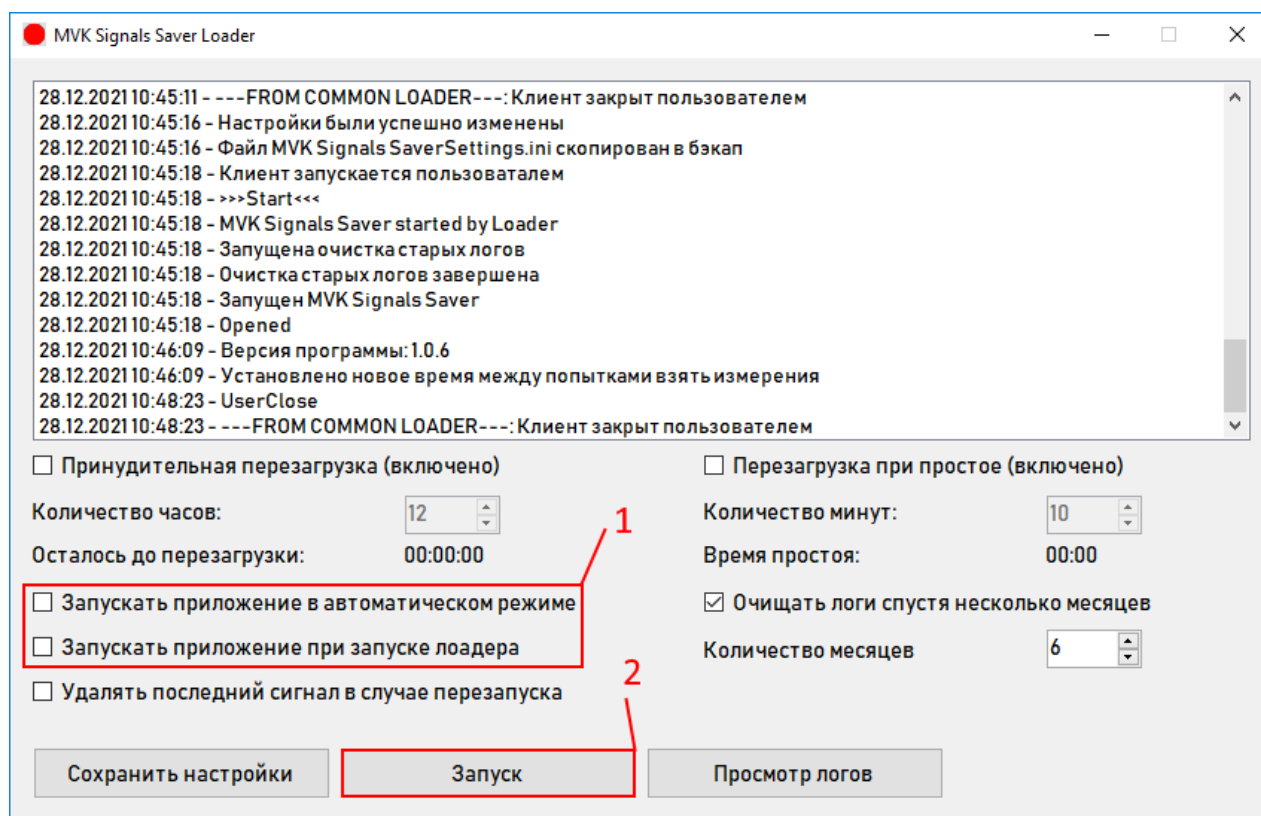

Рисунок 3.8.3
- в окне загрузчика *MVK Signal Saver Loader* следует снять галочки с пунктов отвечающих за запуск ПО (см. Рисунок 3.8.3, поз. 1);
- нажать кнопку «Запуск» (см. Рисунок 3.8.3, поз. 2);